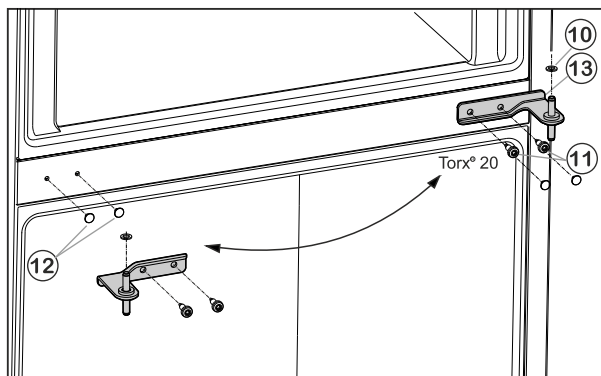

Fig. 6
► Uzmanīgi noņemiet pārsegu Fig. 6 (12) un atkal uzlieciet pretējā pusē.